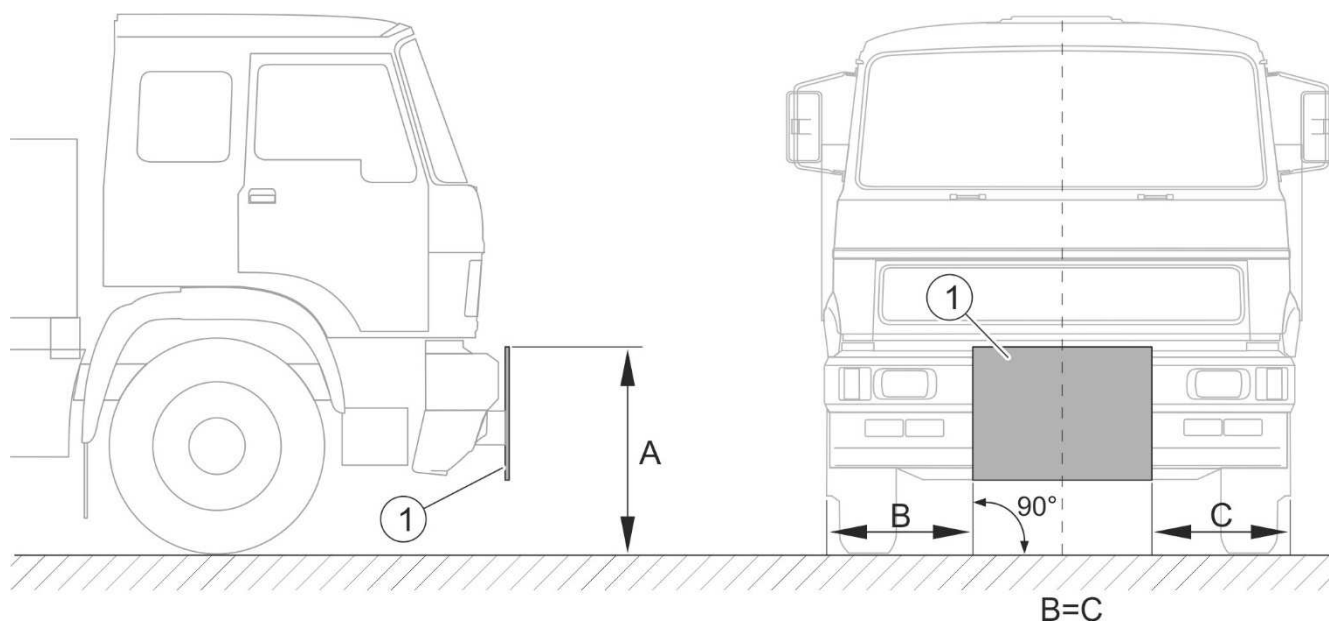

РИСУНОК 4.2 Монтаж торцевой плиты.
(1) – торцевая плита системы навески; (A) – высота от верхнего края плиты до поверхности основания; (B), (C) – расстояние от бокового края плиты до края транспортного средства.
Торцевая плита должна быть установлена вертикально по оси симметрии транспортного средства (РИСУНОК 4.2). Высота (A) (РИСУНОК 4.2) от верхнего края плиты до поверхности основания должна составлять: